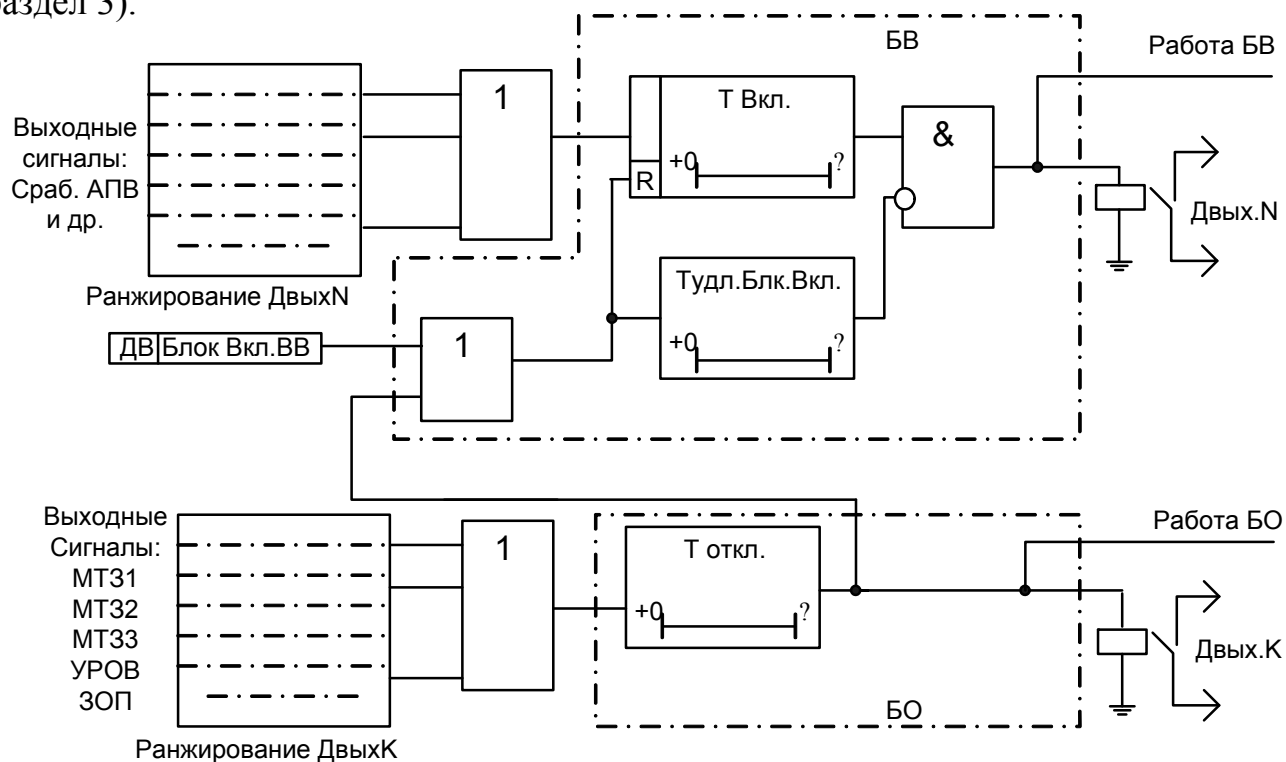

Рис. 17 Функциональная схема блоков включения и отключения
2.5.8 Функциональная схема блоков включения и отключения приведена на рис.17.